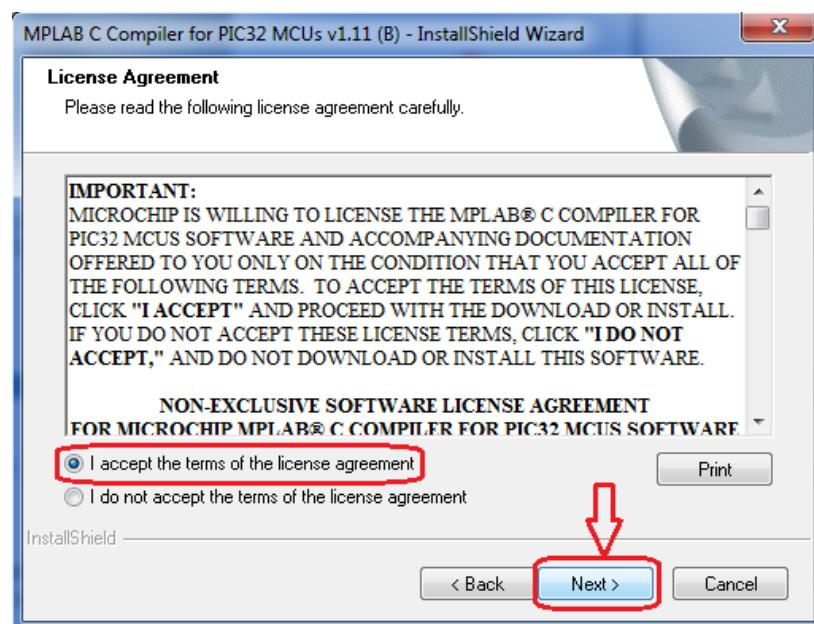

Figura 3.19 - Termo de licença do compilador C32.
- 3) Na janela seguinte temos o termo de licença do C32. Leia atentamente e, caso você concorde, clique em "I accept the agreement" e, em seguida, clique em "Next" (ver Figura 3.19).